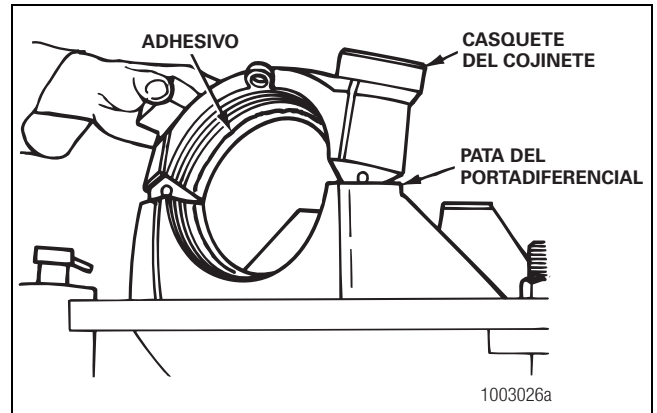

Figura 4.10
3. Aplique un cordón continuo del adhesivo a los huecos para los cojinetes en el portador y a los casquetes de los cojinetes. Aplique el adhesivo únicamente alrededor de la circunferencia de las superficies lisas esmeriladas. No ponga adhesivo en las áreas con rosca. Figura 4.10.